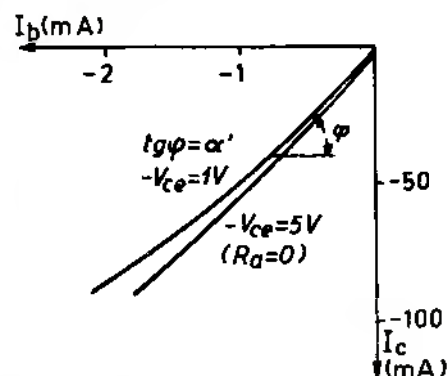
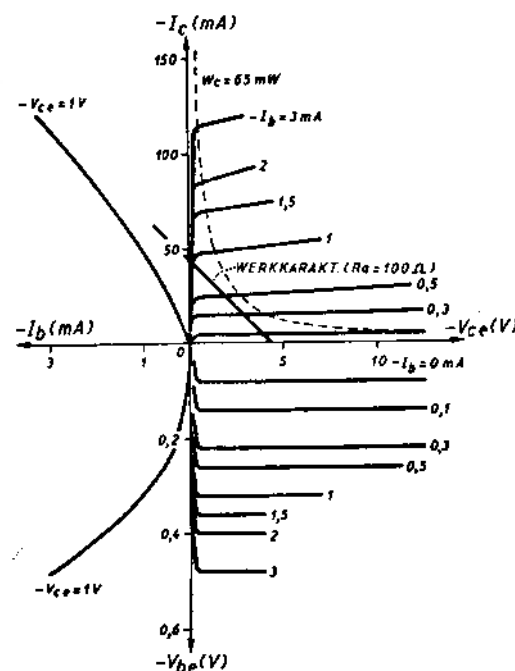

Fig. 4. - $I_b / -I_c$ karakteristieken van de transistor OC72
Fig. 6 - $-I_c/-V_{ce}$ karakteristieken van de transistor OC72 ($-I_b$ als parameter)
We vinden dan de krommen van fig. 4 en 5 waar nog wel wat over te zeggen is.
Deze verhouding kunnen we bepalen uit de tangens van de hoek φ (fig. 4).
Zoals we zien is de kromme nog sterker gebogen, dan die in fig. 4. Men zou kunnen denken, dat hier een grote niet-lineariteit in de versterking ontstaat zodra grotere wisselstromen versterkt moeten worden. Dat is echter niet zo kritisch als het op het eerste gezicht wel lijkt. Men moet bedenken welke invloed deze ingangsweerstand op de versterking heeft. Hij zal toch vóór alles
Behalve de hier genoemde karakteristieken krijgen we later ook nog te maken met de $I_c = f(V_{ce})$ karakteristiekenschaar voor verschillende waarden van I_b . Deze zijn wat moeilijker op te nemen. Voor de OC72 zijn deze karakteristieken in fig. 6 gegeven; we zien dat zij maar weinig verschillen van de bekende karakteristieken van pentoden. Verder zien we waarom de collectorstroom zo plotseling begint af te nemen als we de voedingspanning $-V_{ce}$ verlagen. Voor de volledigheid is de werkkarakteristiek voor het hier behandelde geval, dat $R_a = 100 \Omega$, ingetekend. Nu kunnen we gemakkelijk een overzicht krijgen van de instelling op verschillende werkpunten.
1. We zien in fig. 6, dat beneden een zekere collectorspanning, „knekspanning” genaamd, de stroom snel afneemt, zodat we slechts tot dit punt mogen uitsluren.
3. We mogen de collector niet overbelasten. Daarom zoeken we in de gegevens de waarde voor de maximale collectordissipatie $P_{c \max}$ op. Deze dissipatie bepaalt de temperatuur, die het kristal zal aannemen, ook deze vinden we meestal in de fabrieksgegevens. $P_{c \max}$ berekenen we met de gemiddelde waarden van $-I_c$ en $-V_{ce}$ en zal wanneer we hem in de karakteristiekenschaar tekenen de vorm van een hyperbool hebben (fig. 6). Al naar het werkpunt „mooi in 't midden” (net als bij de elektronenbuizen A-instelling genoemd) of dat we de transistor resp.
We zullen onze aandacht ook nog even op een ander punt richten. Wanneer we de kromme in fig. 4 dicht bij het nulpunt, dus in de buurt van $-I_b = 0$ wat nader beschouwen, zien we dat de kromme niet precies in het nulpunt eindigt. Hier (bij $-I_b = 0$) heeft de collector nog een reststroom, die met $-I_{c0}$ wordt aangeduid. Dit is de „collectorstroom in de emitterschakeling”. Er bestaat ook een „collectorstroom in
Als we nu de gehele in fig. 6 afgebeelde karakteristiek opnemen, zien we, dat deze verschoven is over een afstand, die ongeveer gelijk is aan het verschil tussen deze twee waarden. Dit is een bewijs, dat ook $-I_c$ afhankelijk is van de temperatuur. Ook andere elektrische grootheden, zoals bv. α' en de ingangsweerstand zijn tot op zekere hoogte afhankelijk van de temperatuur. De verhoging van de collectorstroom met $315 \mu A$ zou nog niet zo erg zijn. Het blijkt echter, dat de collectorstroom bij toenemende temperatuur zeer snel groter wordt. Bij $+60^\circ C$ bv. kan de $-I_{c0'}$ een factor 30 maal zo hoog worden. De kromme in fig. 4 kan daardoor bijna 3 mA verschuiven. Nu moeten we bedenken, dat 't kristal tijdens het bedrijf alleen tengevolge van de collectorverliezen dergelijke temperaturen kan aannemen. Dat zal hetzelfde effect hebben. Dit betekent dus weer: het werkpunt kan tengevolge van veranderingen van de omgevingstemperatuur en tengevolge van de kristalverwarming (bepaald door de collectorverliezen) belangrijk verschuiven. Met dit alles moet bij het ontwerpen van versterkers wel degelijk rekening worden gehouden.